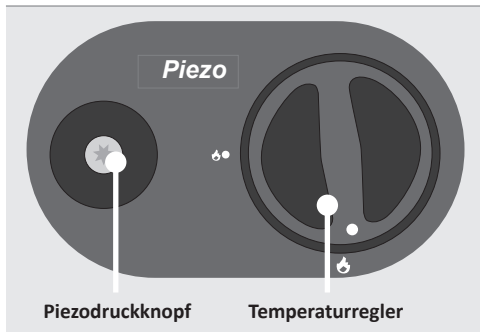

Abb. 5: Bedienfeld
2. Vergewissern Sie sich, dass der **Drehknopf** am Bedienfeld auf der Position **🔥 • kleine Flamme** steht. Sollte dies nicht der Fall sein, drücken Sie den **Drehknopf** leicht nach unten und drehen Sie ihn auf die Position **🔥 • kleine Flamme** (siehe Abb. 5)
4. Betätigen Sie dann bei **gleichzeitig gedrücktem Drehknopf** den **Piezodruckknopf mehrmals hintereinander**, um die Wächterflamme zu entzünden (siehe Abb. 5). Ist die Wächterflamme sichtbar, gehen Sie wie folgt vor: